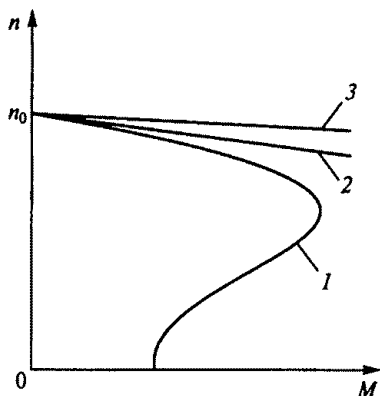

Рис. 233
9.78. Какая из показанных на рис. 233 характеристик 1...3 является механической характеристикой синхронного двигателя?